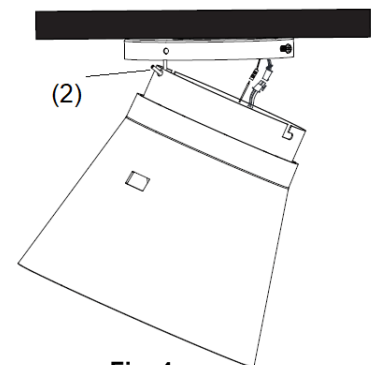

Fig. 4
- Sollevare il gruppo ventilatore fino alla staffa di montaggio. Agganciare il gruppo ventilatore al gancio a J (2) della staffa di montaggio. (Fig. 4)